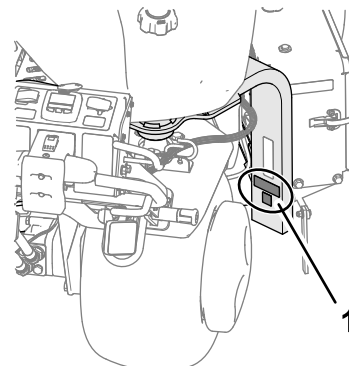

図 19
2. フォークの脚部の 図 19 の部分をアルコールできれいに拭き、表面を乾かす。
3. フォークの脚部にCE 用のデカルと製造年デカルを貼り付ける 図 19。